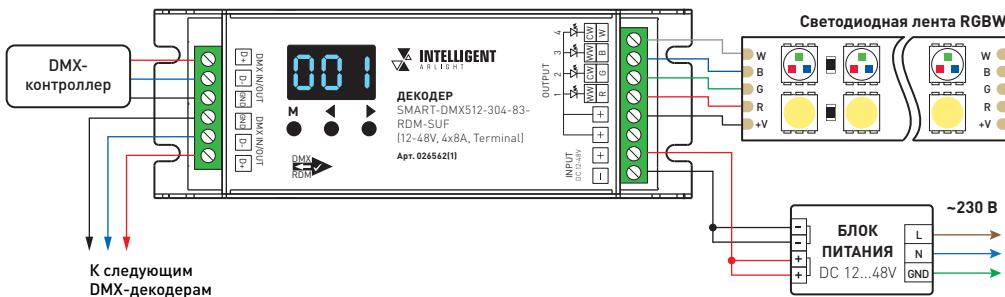

Рис. 1. Общая схема подключения декодера
- 3.2. Подключите декодер согласно схеме на рис. 1.